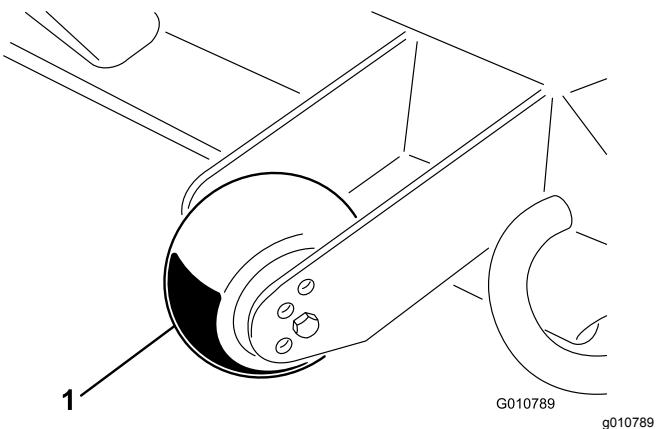

Figura 12
1. Rimuovete la vite a testa cilindrica e il dado che fissano la ruota limitatrice alle staffe dell'apparato di taglio (Figura 12).